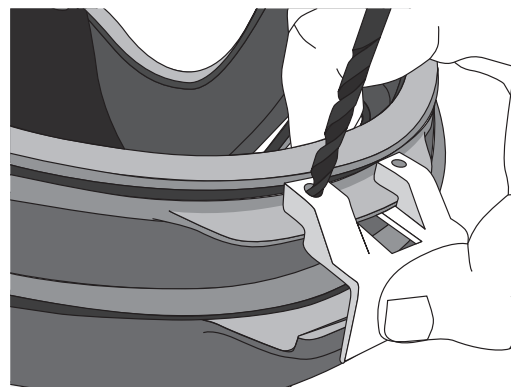

Fig. 3
5. De l'autre main, aligner le foret avec les trous indiqués sur le gabarit comme l'illustre la Fig. 3.